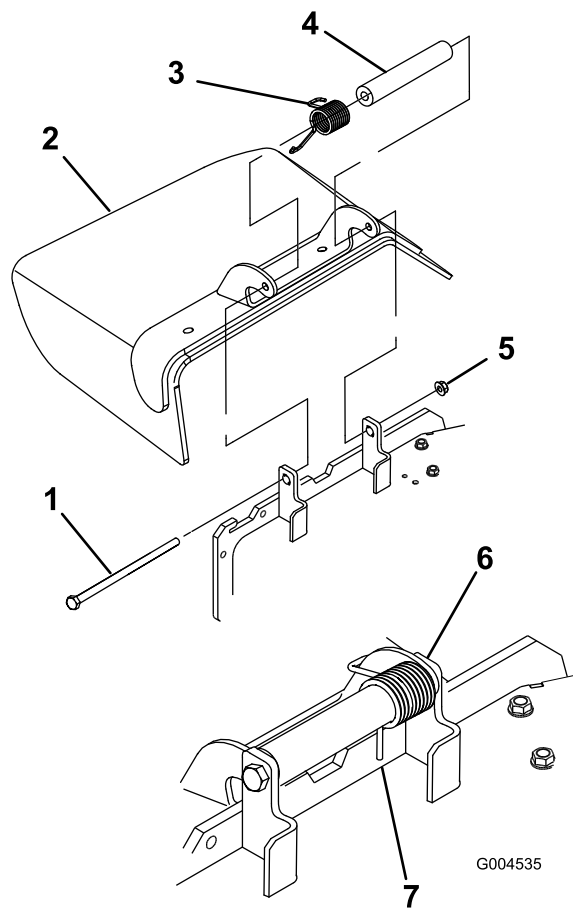

Figura 59
Nota: Asegúrese de colocar el extremo en el muelle detrás del reborde de la plataforma antes de instalar el perno, según muestra Figura 59.
3. Instale el perno y la tuerca Coloque el extremo del muelle alrededor del deflector de hierba (Figura 59).
1. Retire la contratuerca, el perno, el muelle y el espaciador que sujetan el deflector a los soportes de pivote (Figura 59). Retire el deflector de hierba dañado o desgastado.